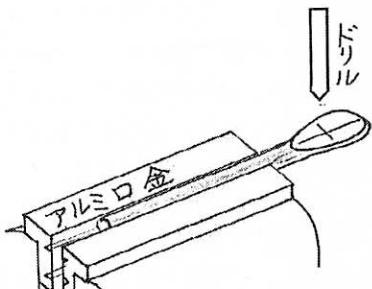

図6 連接棒下部の加工
加工していない一端を、①金床の上で長さ10mmくらいの範囲を表裏からハンマーでたたいてマイナスねじ回しの先端部のように平面を作る。一度に強く叩きすぎると割れるので両面から少しづつ叩くようにする。②棒の中心軸線上にセンターポンチを打つ。③ボール盤万力（溝付きの口金を使って）に固定して穴あけを行う（図6）。